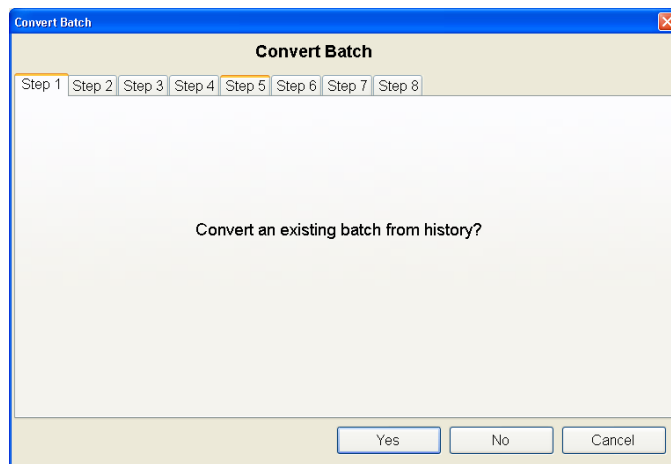

Figura 12-5: Pantalla de confirmación "¿Convertir lote del historial?"
4. Un cuadro de diálogo ayudará a guiar al usuario a través de la función Convertir; vea la Figura 12-5. La primera opción es convertir un lote a partir del historial. Sin embargo, en este ejemplo no estamos convirtiendo una receta a partir del historial. En lugar de eso, vamos a convertir nuestra receta maestra. Haga clic en No.